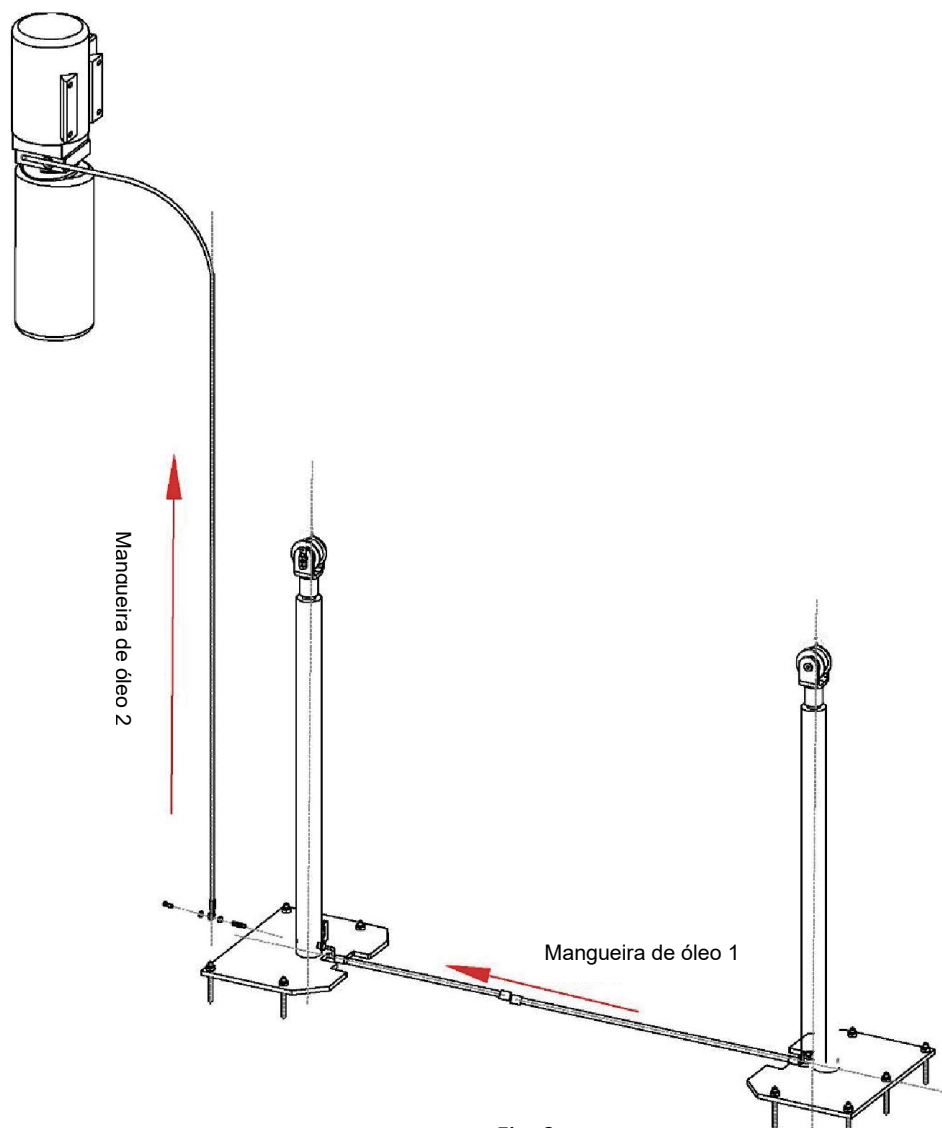

Fig. 9
Passo 8: Conecte as mangueiras de óleo. (Fig 9)